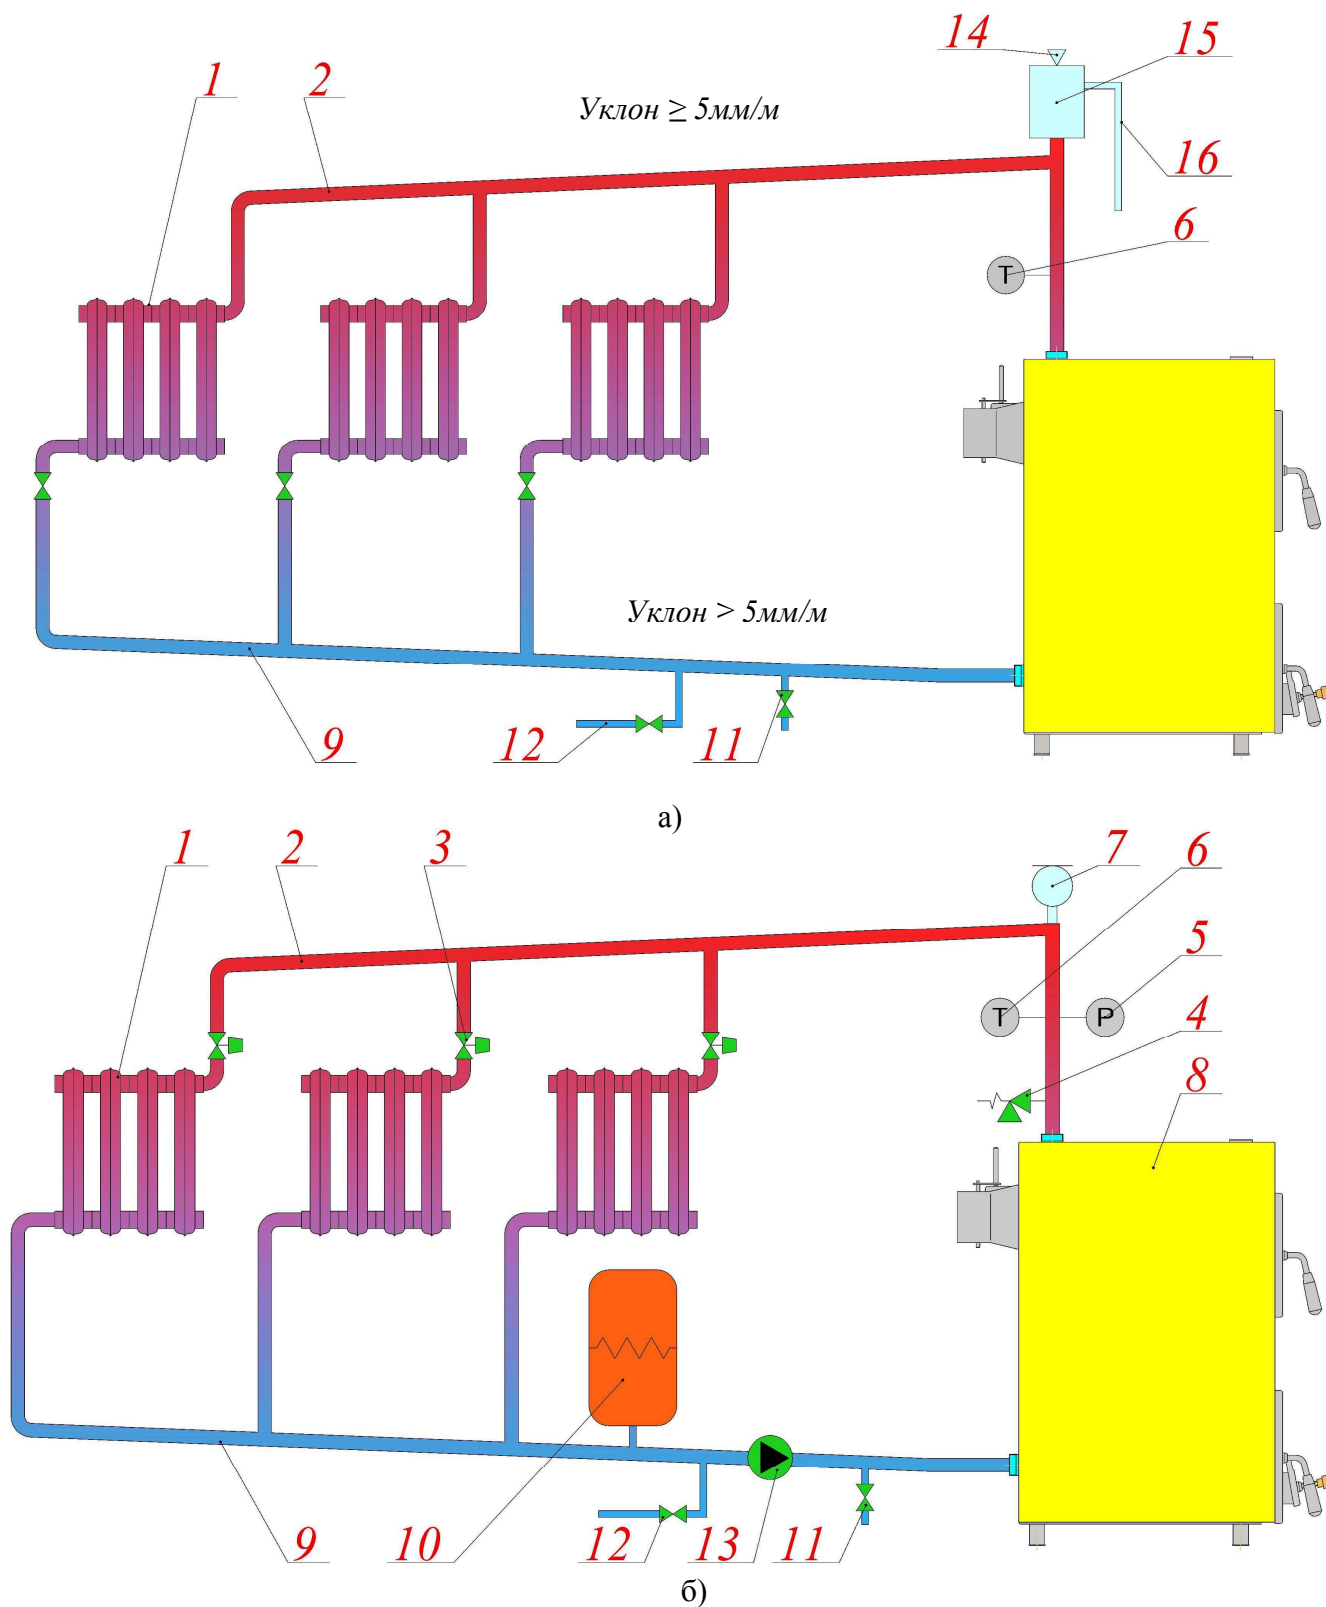

Рис.15. Схемы подсоединения котла к системе отопления :
7.6. Схема подсоединения котла к системе отопления приведена на рис. 15.